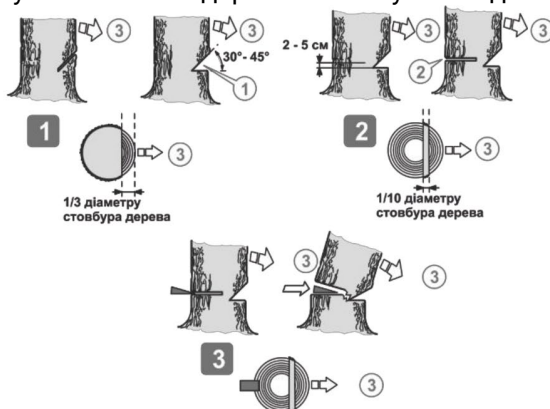

Рисунок 11. Схема послідовності дій під час валки дерева.
Існує спосіб змусити спилане дерево впасти у необхідне місце (рис. 11).
4. Підготувати шлях відходу, який повинен бути спланований з урахуванням напрямку падіння спиляного дерева (рис. 11, 12).
6. Починати пиляти дерево з того боку (1, рис. 11), куди воно має впасти. Зробити клиноподібний розпил (1, рис. 10) під кутом 30–45 градусів, глибина якого приблизно дорівнює 1/3 від товщини стовбуру.
7. Виконати пропил (2, рис. 11) з протилежного боку від клиноподібного розпили. Завершити розпилювання тоді, коли до внутрішнього краю клиноподібного розпили залишиться приблизно 1/10 діаметра стовбуру. Пропил валки не повинен пройти стовбур наскрізь до клиноподібного розпили. Центральна частина стовбуру, яка залишилася нерозпиленою, під час падіння дерева, виконає роль напрямної для напрямку падіння (3, рис. 11).